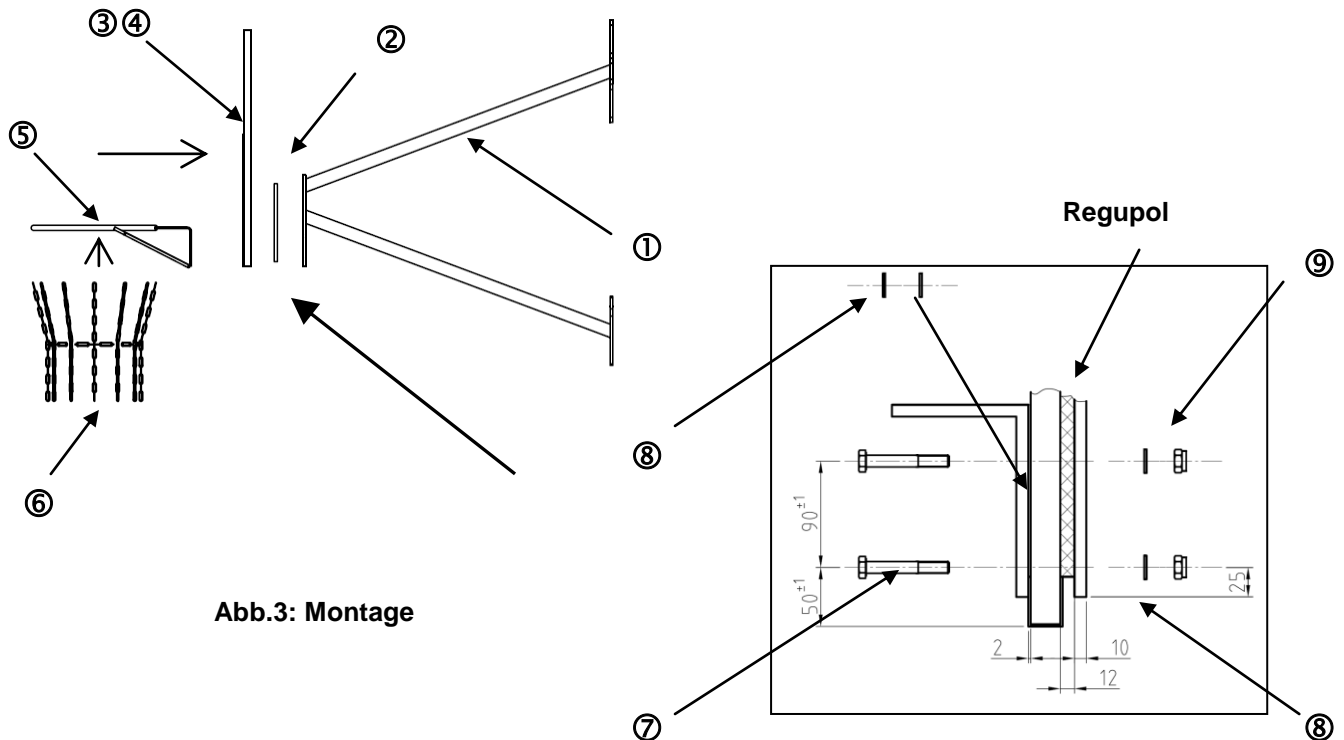

Abb.3: Montage
Das Basketballbrett (3 oder 4) und Korb (5a; 5b) entsprechend der Abbildung 3 mit Maschinenschrauben 10 x 70 anschrauben. Dabei ist die Regupolzwischenlage (2) als Dämmung zwischen der Schraubplatte (fest am Wandgerüst) und dem Basketballbrett vorgesehen. Die mitgelieferten Unterlegscheiben als Ausgleich ebenfalls wie in Abbildung 3 angegeben zwischen Korb und Brett einfügen.